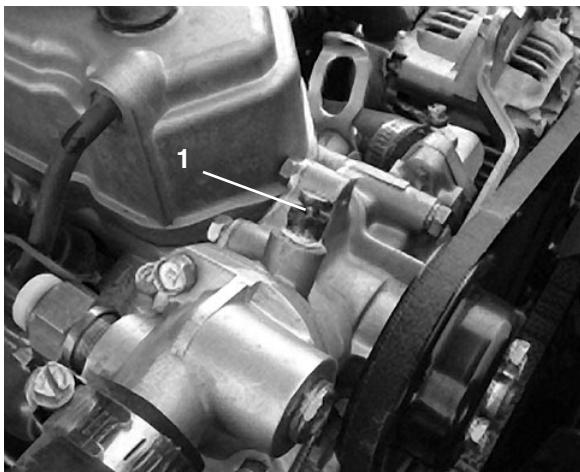

Bild 44
5. Öffnen Sie die Entlüftungsschraube oben an der Wasserpumpe (Bild 44).